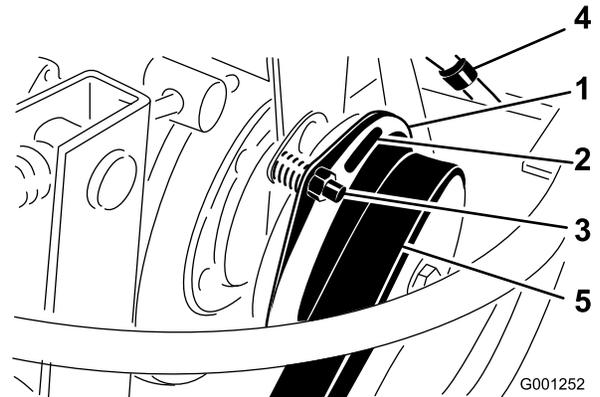

図 65
3. クラッチのライニングと摩擦プレートとの間のギャップを 0.381 mm のすきまゲージが通れるように調整する (図 65)。調整ナットを右に回すと隙間が小さくなる (図 65)。隙間の最大値は 0.762 mm である。3 か所すべてでエア・ギャップ調整を行う。